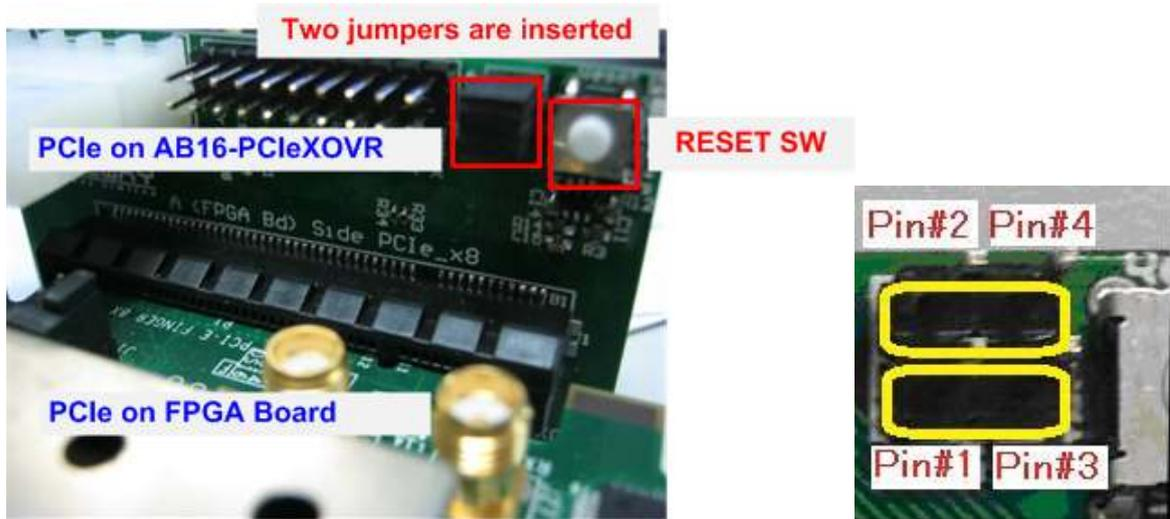

図 2-7: FPGA 評価ボードを AB16-PCIeXOVR アダプタ部品面(A)側に装着、J5 の 1-3 間と 2-4 間をショート
- 4) 図 2-7 のように、AB16-PCIeXOVR アダプタ基板の部品面(A)側の PCIe ソケットに Xilinx 評価ボードを接続します。また、アダプタ基板の J5 にて Pin#1-3 間および Pin#2-4 間にジャンパ・ソケットを挿入します。